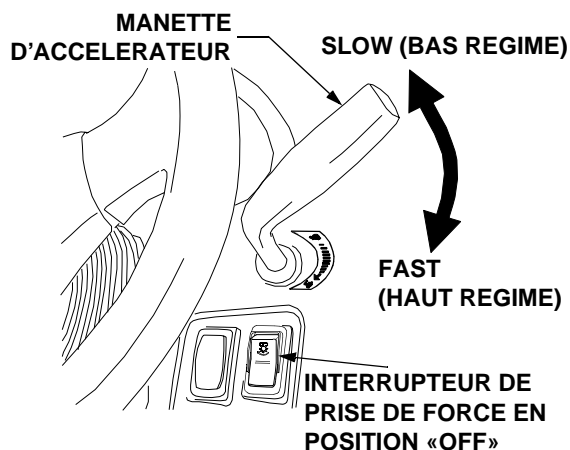

Figure 14
- Amenez la manette d'accélérateur sur la position plein régime (FAST). Voir la Figure 14.